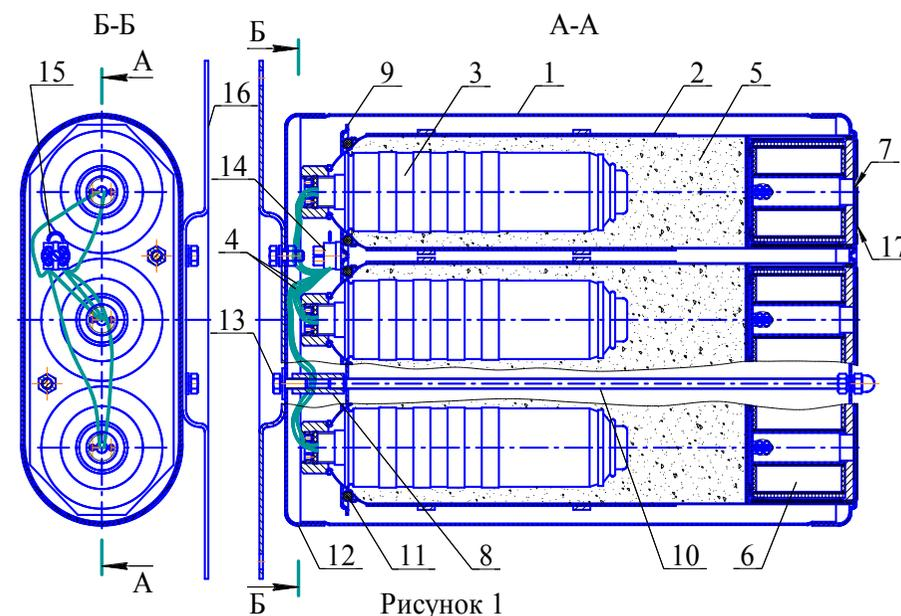

Рисунок 1
4.1.1 ГГПТ (см. рисунок 1) состоит из корпуса **1**, в котором размещены три сменных картриджа **2**, содержащих газогенерирующий элемент **3** с элементом электропусковым **4**. Свободный объем корпуса картриджа **2** заполнен таблетками охладителя **5**. Для очистки огнетушащего газового вещества от механических примесей в каждом картридже установлен фильтр-сепаратор **6**. Выходное отверстие фильтра-сепаратора заглушено самоклеющейся пленкой ПВХ **7**. В верхней части корпуса **1** картриджи при помощи гаек **8** поджаты крышкой **9**. Соединение корпуса **1** с крышкой **9** производится шпильками **10**. Для компенсации воздействия вибрации между картриджами **2** и крышкой **9** установлены резиновые кольца **11**. Сверху ГГПТ закрыт крышкой **12**, которая закреплена болтами **13**, соединенными с гайками **8**. Оголенные концы проводов элементов электропусковых **4**, скрученных по одному проводу от каждого картриджа в две группы и залуженных после скрутки, закреплены в соединительной коробке (зажиме контактом винтовом) **14**. Выходные клеммы соединительной коробки **14** замкнуты проводом **15**. ГГПТ снабжен кронштейном **16**, который болтами крепится к боковой поверхности корпуса **1** или к крышке **11**. Для исключения разрушения самоклеющейся пленки ПВХ **7** при транспортировании, хранении и монтаже отверстия донной части
- снять с несущей поверхности ГППТ с кронштейном **16** (см. рисунок 1), снять с ГППТ крышку **12**, отсоединить пусковой кабель и перенести генератор в комнату сборки;
6.1 Извлечь ГППТ из упаковки, произвести визуальный осмотр целостности корпуса. Снять крышку **11** (см. рисунок 1), открутив болты **12**. Проверить качество крепления оголенных концов проводов элементов электропусковых **4** в соединительной коробке **14**.